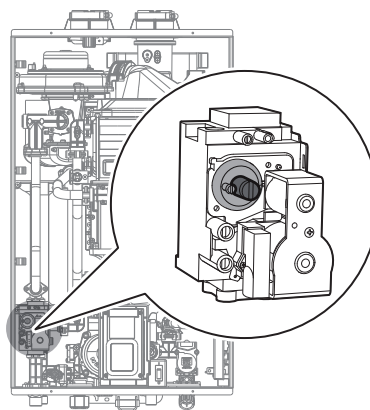

Figure 8. Emplacement de la vis de réglage
- c. Ouvrez entièrement plusieurs installations d'eau chaude et réglez le chauffe-eau pour qu'il fonctionne en mode MIN 1 étape (reportez-vous à la page 51). Mesurez la valeur de CO2 à une puissance minimale d'utilisation. Si la valeur de CO2 ne se trouve pas dans la plage de 0,5 % de la valeur indiquée dans le tableau 2, la vis de réglage de la soupape à gaz doit être ajustée. Si un ajustement est requis, trouvez la vis de réglage, comme cela est indiqué à la Figure 8. À l'aide d'une clé Allen de 4 mm ( $\frac{5}{32}$  po), tournez la vis de réglage de  $\frac{1}{4}$  de tour maximum dans le sens horaire pour augmenter la valeur de CO2 ou dans le sens antihoraire pour la diminuer.